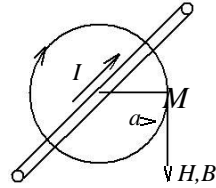

Рисунок 5
1. Вычерчиваем схему (Рис.5), задаемся направлением тока в проводе и, применяя правило буравчика, определяем направление магнитной силовой ли-